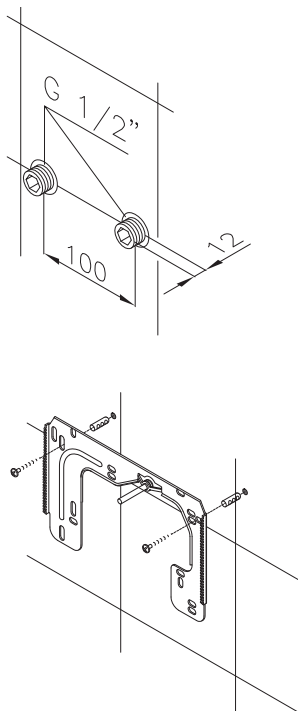

рис. 4
Если вы устанавливаете проточный водонагреватель HIGH LINE или MULTYTRONIC вместо другого стандартного проточного водонагревателя, то обычно нет необходимости сверлить новые отверстия для настенного крепления. В этом случае Вам необходимо только вкрутить нипелля и закрепить настенное крепление, как показано на рис. 4.
- Используя 12-миллиметровый инбусовый (шестигранный) ключ, вкрутите нипелля в трубы водопроводной системы. При креплении проследите, чтобы нипелля выходили наружу на 12 мм. (см. рис. 4)
- Наложите прилагаемый установочный шаблон на стену и выровняйте его таким образом, чтобы отверстия в шаблоне совпадали с креплениями. Отметьте места сверления в соответствии с шаблоном и просверлите отверстия, используя 6-миллиметровое сверло. Вставьте прилагаемые дюбеля и вкрутите настенное крепление. (см. рис. 4)
кольца вставляются между стеной и настенным креплением (см. рис. 4).